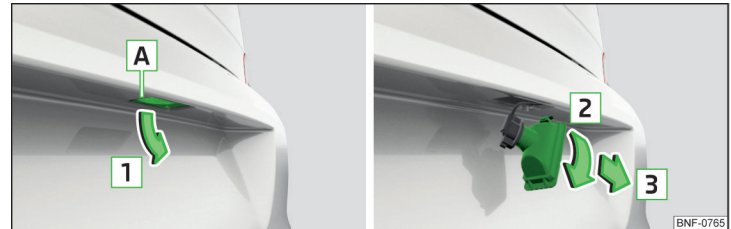

Bild 146 Demontering av nummerskyltsbelysning
- För in en spårskruvmejsel i spalten i området **A** » bild 146 och lossa lampen i pilens riktning **1**.